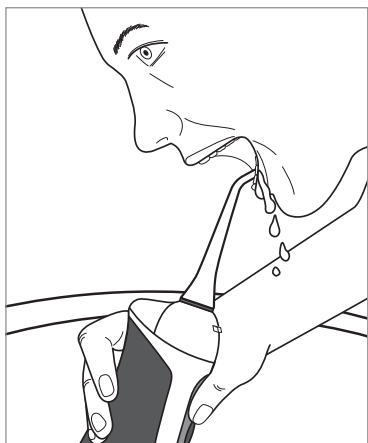

Fig. 1
❶ Indicație
- Aveți grijă ca în timpul utilizării să nu atingeți cu degetele orificiile de admisie a aerului ❹ de pe spatele unității manuale ❺.
- Dacă țineți prea oblic unitatea manuală ❺ în timpul utilizării, este posibilă eliminarea apei prin orificiile de admisie a aerului ❹.
- Unitatea manuală ❺ se oprește automat după aproximativ 2 minute în orice treaptă de putere, chiar dacă mai rămâne apă în rezervorul de apă ❻.
- 1) Umpleți rezervorul de apă ⑥.
- 2) Montați un accesoriu ② pe unitatea manuală ⑤.
- 3) Apăsați tasta pentru selectarea treptei de putere  ②⑩ pentru a regla treapta de putere dorită.
- 4) Ghidați accesoriul ② în gură pentru a preîntâmpina stropirea cu apă. Aplecați-vă peste chiuvetă și țineți unitatea manuală ⑤ pe cât posibil drept (a se vedea fig. 1). Duza ① accesoriului ② este poziționată spre dinți/spațiile interdentare.